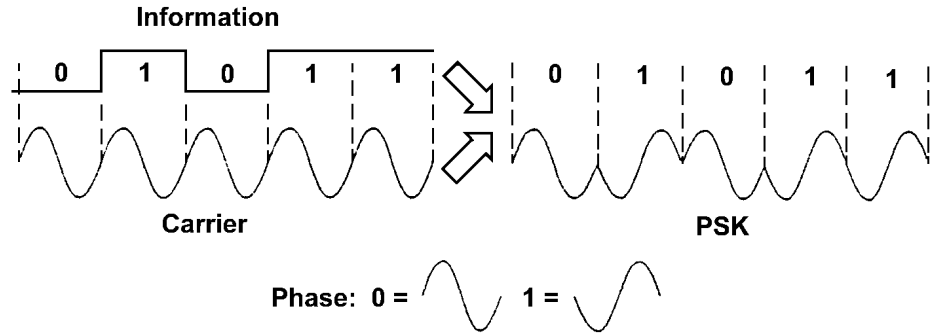
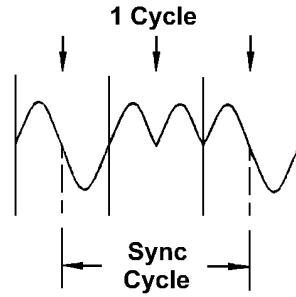

Fig. 19-1 PSK modülasyonu.
Fig. 19-5 Synchronization cycle.
Bölüm 18'de ifade edildiği gibi, faz kaydırmalı anahtarlama(PSK) modülasyonu faz modülasyonunun(PM) özel bir durumu olarak görülebilir. Fig. 19-1'de PSK modülasyonu gösterilmektedir.
Fig. 19-1'de, taşıyıcı işaret sabit frekans ve genlikli sinüzoidal bir işarettir. Modüle edilecek işaret ise binary bir bilgidir. Eğer giriş işareti low(0) ise, taşıyıcı işaret fazını korur. Eğer giriş işareti high(1) ise, taşıyıcı işaret fazını 180 derece çevirir. Bağlı olarak aralarında sadece 180 derece faz farkı bulunan iki sinüzoidal işarete antipodal işaretler adı verilir. Bu tür faz kaydırmalı anahtarlama binary PSK(BPSK) ya da faz çevirmeli anahtarlama(phase-reverse keying - PRK) adı verilir.
Eğer bir sync cycle gerekiyor ise, sync cycle kontrol devresi, kontrol shift registerın çıkış dadasını kontrol etmek için bir kontrol işareti üretecektir. Daha sonra, sync cycle işareti modülatör çıkışında oluşacaktır. Bizim deneylerimizde Fig. 19-5'de gösterilen sync cycle formatı kullanılmaktadır. Bu sync cycle işareti, Fig. 19-1 ve 19-2'de gösterilen PSK/QPSK modülasyonlu işaretlerden farklıdır. Sync cycle işareti, PSK/QPSK demodülatöründeki sync cycle detektörü ile belirlenebilir ve bir tanımlayıcı kelime gibi görülebilir.